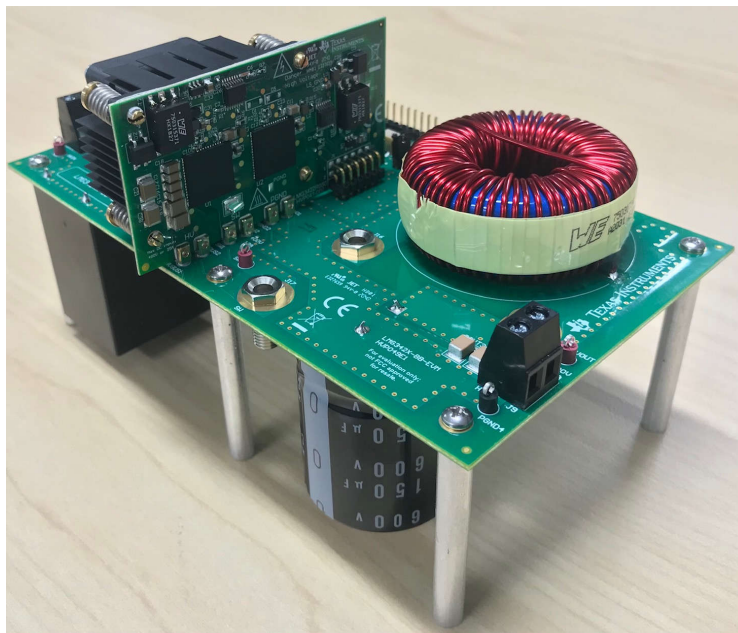
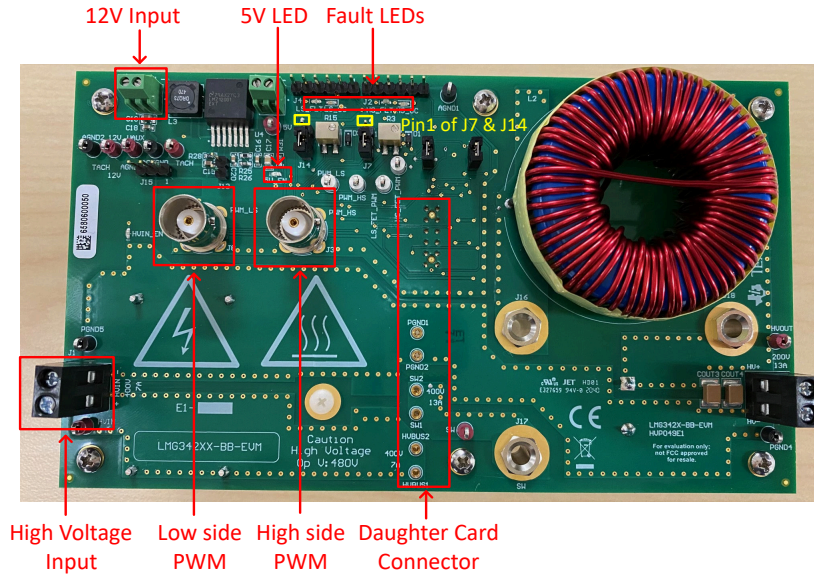

图 2-4. 带有 LMG2640EVM-090 的 LMG342X-BB-EVM 主板
图 2-5. LMG342X-BB-EVM 上的连接器和 LED
1. 将 LMG2640EVM-090 连接到 LMG342X-BB-EVM，如 2 图 2-4 中所示。主板上的连接区域如图 2-5 所示。
6. 如果两个具有死区时间的互补 PWM 信号提供给了 J3 (高侧 PWM) 和 J8 (低侧 PWM)，请连接接头 J7 和 J14 的引脚 1 和引脚 2 (J7 和 J14 的引脚 1 在图 2-5 中指示)。这样，两个 PWM 信号可直接控制高侧和低侧器件。
9. 将信号发生器的输出连接到 LMG342X-BB-EVM PWM 输入，如图 2-5 中所示。
10. 将 12V、2A 直流电源连接到 LMG342X-BB-EVM 12V 辅助电源，如图 2-5 中所示。
11. 将高压电源连接到 LMG342X-BB-EVM 高压输入以用于降压模式，如图 2-5 中所示。